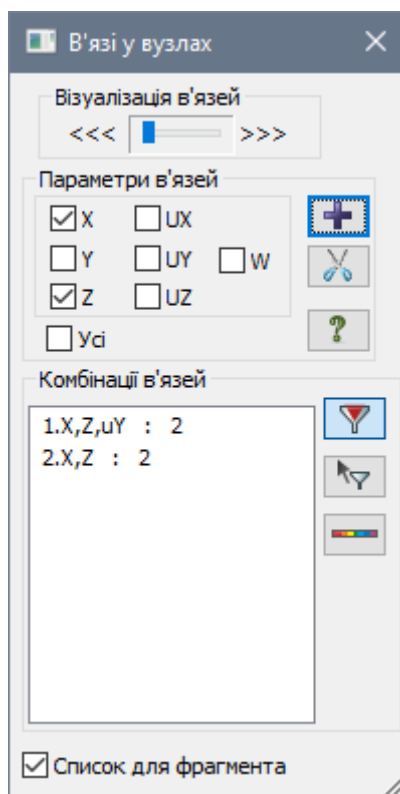

Рис. 3.10. Діалогове вікно В'язі у вузлах
- Натиснувши на кнопку  – **В'язі** (панель **Жорсткості та в'язі** на вкладці **Створення та редагування**) відкрийте діалогове вікно **В'язі у вузлах** (рис. 3.10).